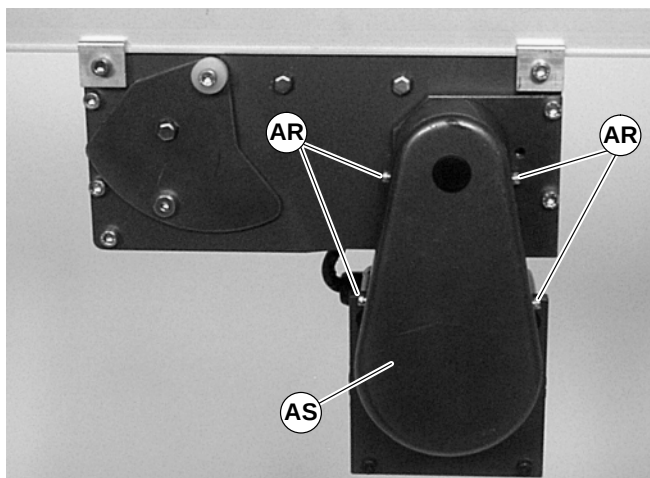

Abbildung 22
1. Schrauben der Abdeckung (AR siehe Abbildung 22) entfernen und Abdeckung (AS) abnehmen.